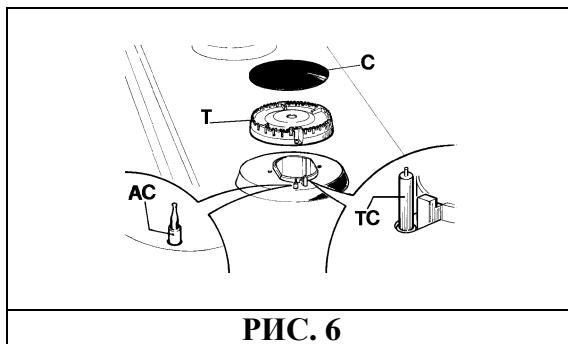

РИС. 6
Если Вы хотите, чтобы поверхность плиты всегда блестела, а все остальные детали всегда были в хорошем состоянии (решетки, эмалированные крышки конфорок "С" рассекатели конфорок „Т” - см. (рис. 6), очень важно мыть их губкой после каждого использования, используя теплую воду с мылом. Затем их следует вымыть чистой водой и вытереть насухо.
- *Проверьте, чтобы отверстия рассекателей „Т” не были засорены (рис. 6).*
- *Проверьте, чтобы крышки конфорок „С” (рис. 6) были правильно установлены на своих местах. Правильно установленная крышка фиксируется на своем месте и не сдвигается.*